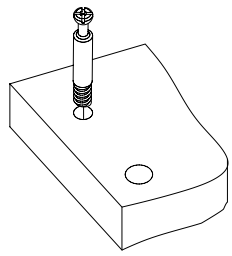
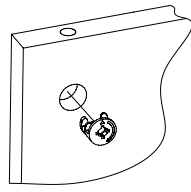

Рис.1
Рис.2
1. Подготовьте детали к сборке. Вкрутите шпильки минификсов в детали 2, 3, 5 (Рис. 1). Затем вставьте головки минификсов в детали 2, 3, 6 (Рис. 2).